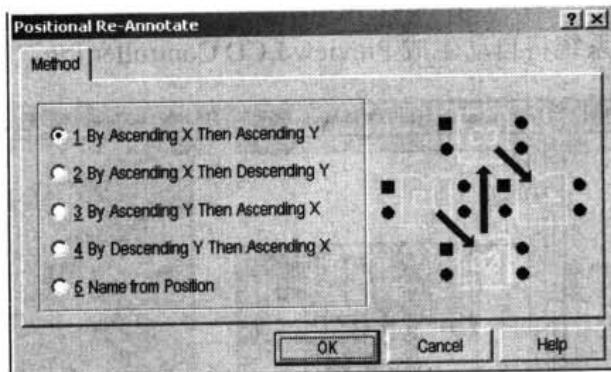

图 16-1 Positional Re-Annotate(元件重编号)设置对话框
- (1) 运行 Protel 99 SE，打开 PCB 板。
- (2) 执行 Tools|Re-Annotate 命令，系统即弹出如图 16-1 所示的 Positional Re-Annotate(元件重编号)设置对话框。
- (3) 在图 16-1 中设置后，单击 OK 按钮进行确认，系统自动对元件进行重新编号和重标注。同时，自动产生一个\*.WAS 的文件。其文件的内容如下：